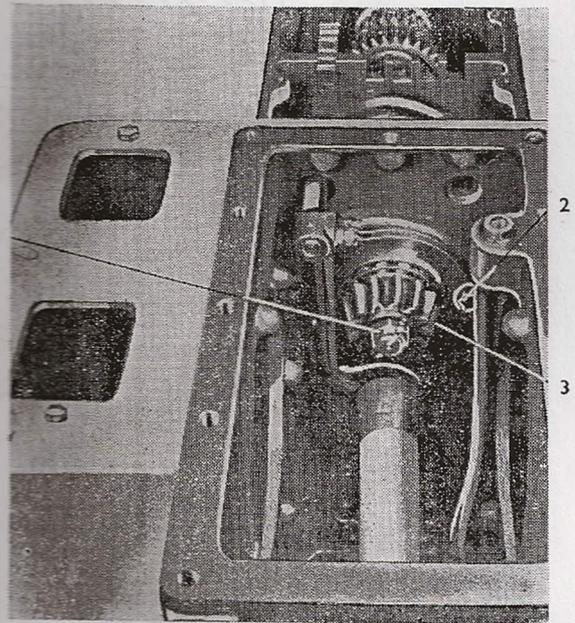

Fig. 105
1. Dégoupiller et dévisser l'écrou à créneaux M 20X1,5 (fig. 105/1). En desserrant l'écrou à créneaux bloquer l'arbre pour l'empêcher de tourner en engageant la vitesse.
2. Dévisser les trois vis M 10X20 (fig. 105/2) de la bague du pignon.